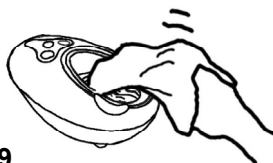

Fig.9
- Limpie con un paño húmedo el interior de la cubeta **8** y después séquela con un paño seco. (Fig.9).